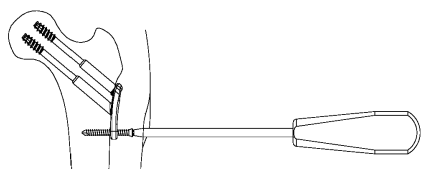

図24
- 1) 骨幹部スクリューを、5.0CS ドライバーにて取り外します。(図24)